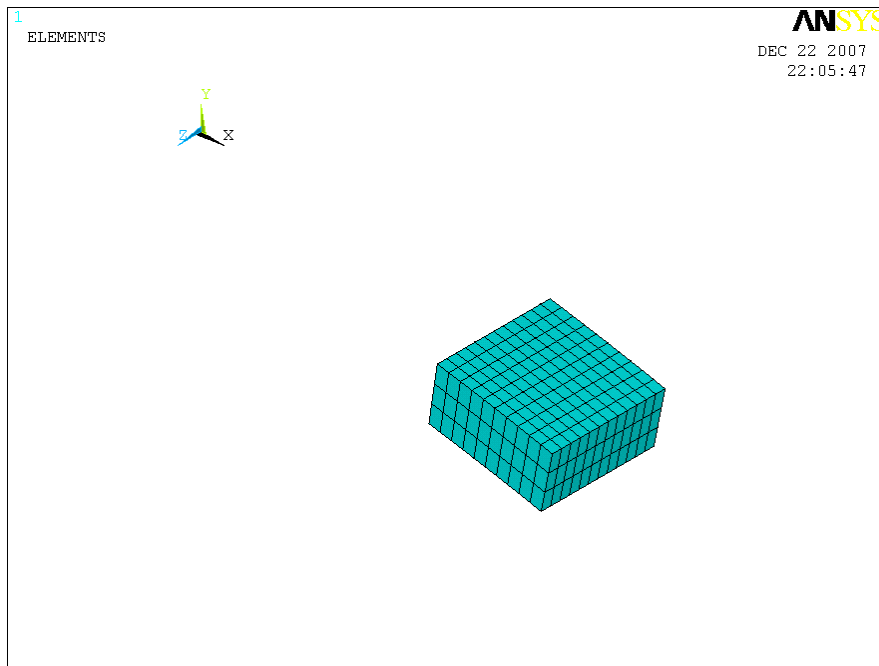

Рисунок 54. Элементы объема V4
- Нажать кнопку **Cancel** (Рисунок 54).